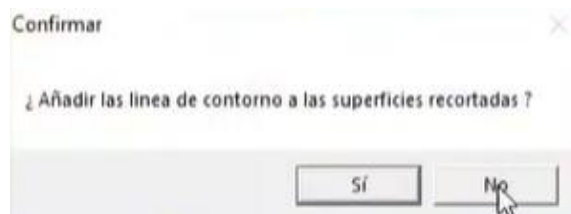

Figura 421. No generar líneas de contorno.
53. En la segunda ventana emergente, presionar el botón “No” para que no genere líneas de contorno. Figura 421.